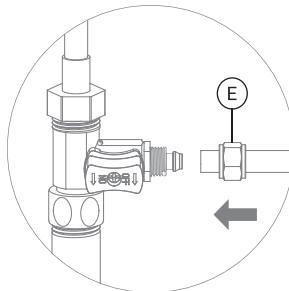
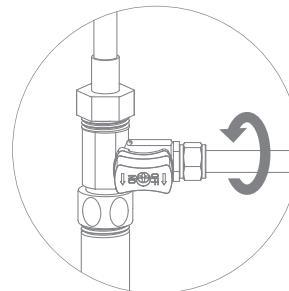

Рис. 6
Рис. 7
2. В гайку (Е) проденьте зеленую трубку (рис. 6). Конец трубы наденьте на штуцер адаптера-вентиля до упора и плотно накрутите гайку (рис. 7).